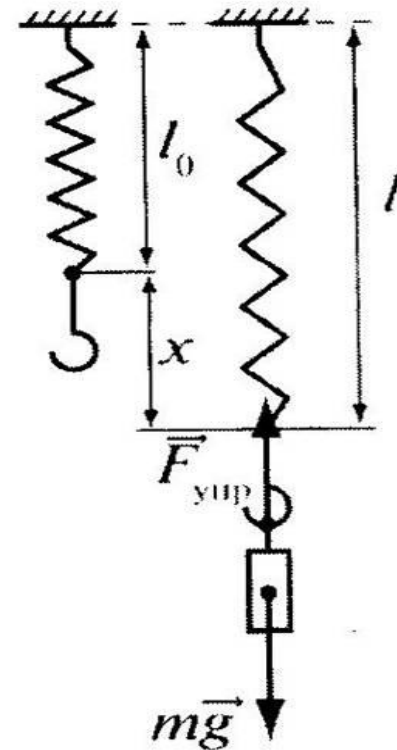

Рис. 2.1.7
1) Схема экспериментальной установки (рис. 2.1.7);